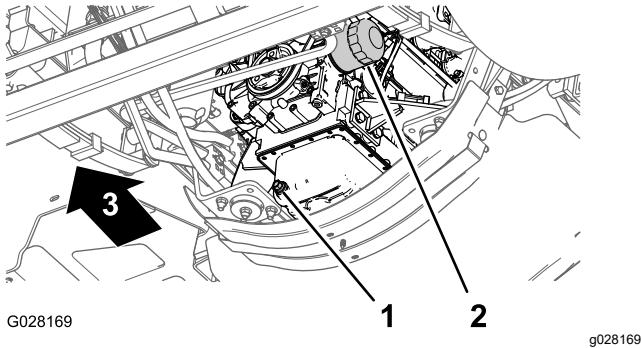

Bild 67
3. Fluchten Sie eine Auffangwanne unter dem Motorölfilter aus (Bild 67).
4. Entfernen Sie den alten Ölfilter (Bild 67).
8. Setzen Sie den Ölfilter in den Filteradapter ein und drehen Sie den Ölfilter nach rechts, bis die Gummidichtung den Filteradapter berührt. Ziehen Sie den Filter dann um eine weitere halbe Umdrehung an (Bild 67).
1. Stellen Sie eine Auffangwanne unter die Ablassschraube (Bild 67).
2. Nehmen Sie die Ablassschraube (Bild 67) ab und lassen Sie das Öl vollständig ablaufen.